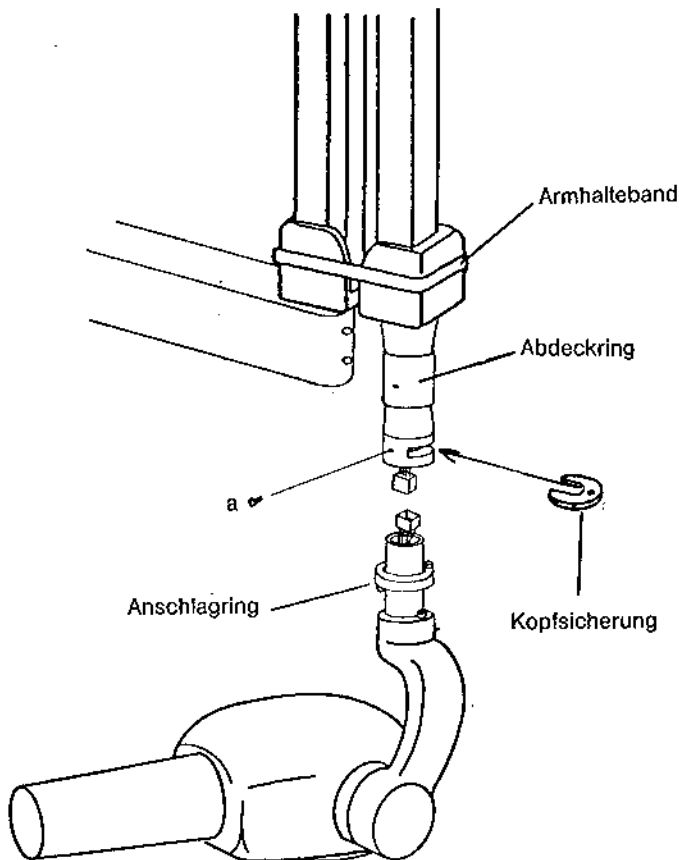

Abbildung 6
1. Befestigungsschraube a im Abdeckring des Balancearmes entfernen (Abbildung 6), Abdeckring nach oben schieben und mit Klebeband provisorisch befestigen.